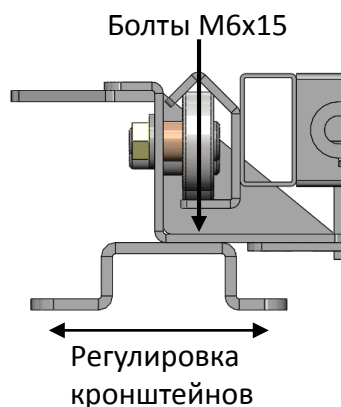

Рис.1
1. Удалить упаковку с выдвигной платформы и расположить платформу с роликовыми направляющими в грузовом отсеке, выровнять платформу относительно бортов. **ВНИМАНИЕ!** При необходимости произвести регулировку опорных кронштейнов, ослабив болты их крепления и передвинув кронштейны влево-вправо (рис.1)